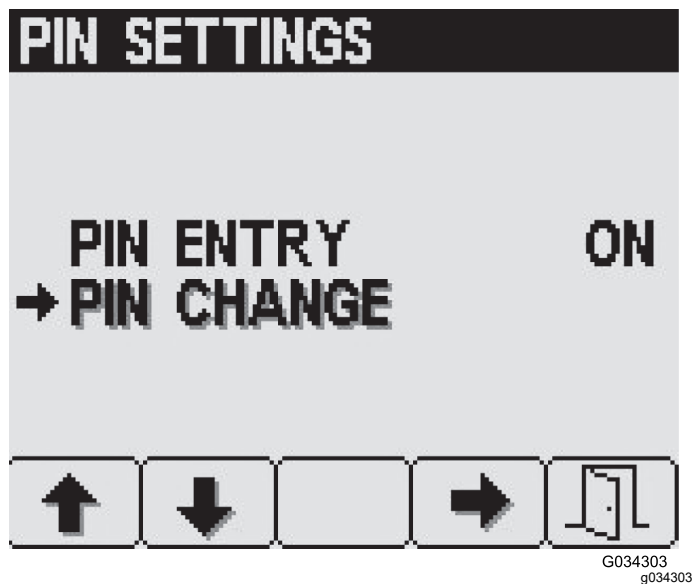

図 26
1. ボタン 1 と 2 でピン変更オプション間の移動 図 26。
2. ボタン 4 でピン変更の入力 図 26。